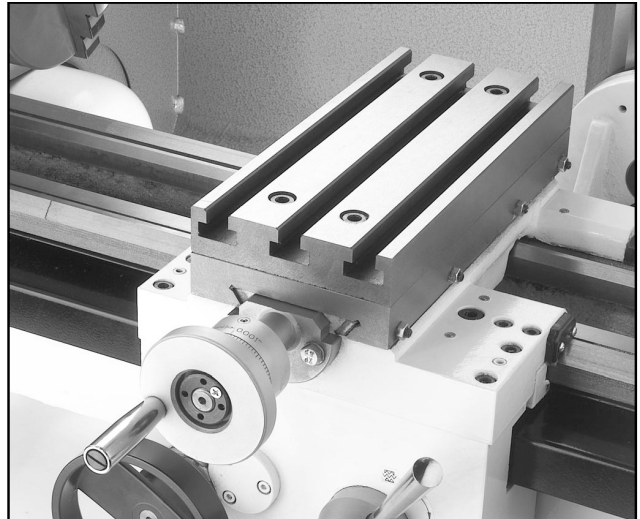

Fig. 14 Fresebord montert på tverrsleide.
- Monter fresebordet på tverrsleiden. Bruk en 6 mm insexnøkkel for montering av bordets insexskruer. Fig 14 viser når fresebordet er montert på tverrsleiden.